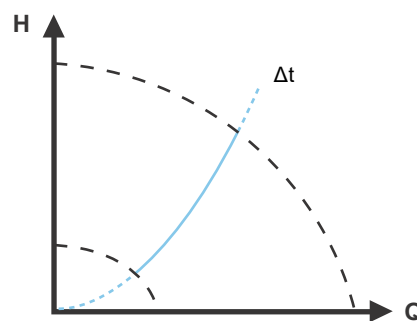

Fig. 33 Differensstemperatur
- Opretholder en konstant differensstemperatur mellem pumpen og den eksterne sensor, se fig. 33 og 34.